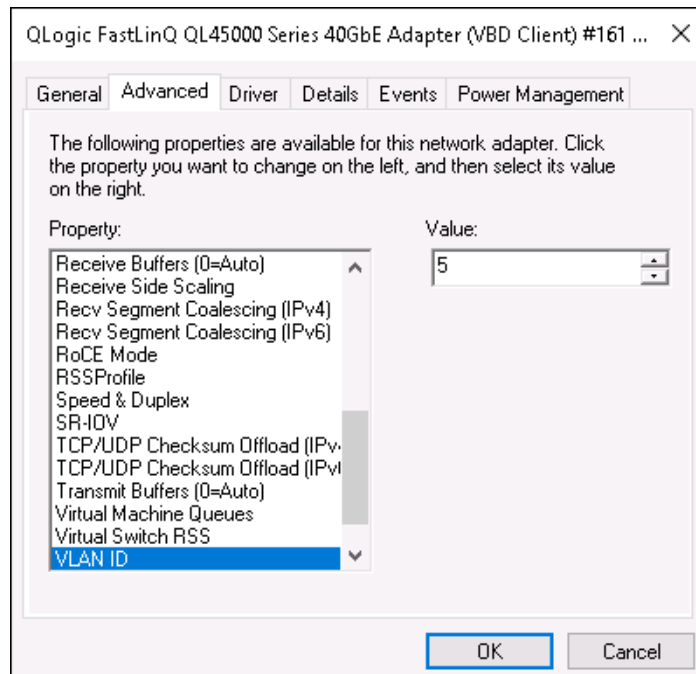

Abbildung 9-10. Erweiterte Eigenschaften: Einstellen der VLAN-ID
- Wählen Sie auf der Seite „Advanced properties“ (Erweiterte Eigenschaften) des Adapters (Abbildung 9-10) unter **Property** (Eigenschaft) die Option **VLAN ID** (VLAN-ID) aus und legen Sie den Wert fest.